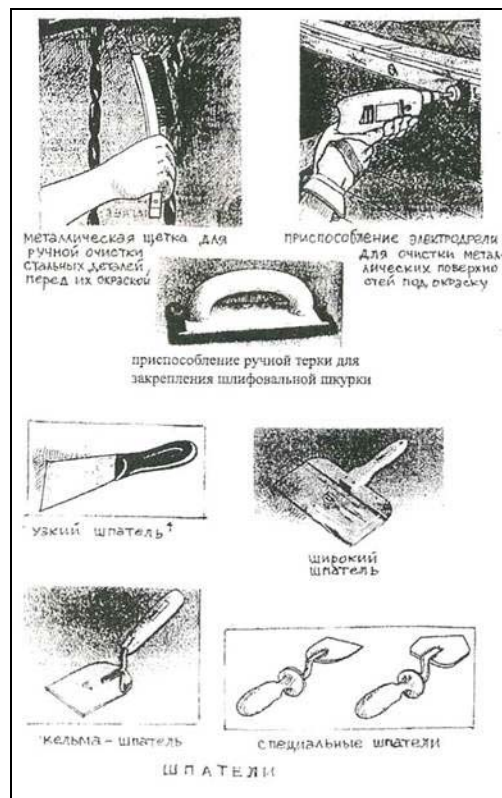

Рис. 1. Инструменты для подготовки поверхностей под окраску
*Шлифовку ведут пемзой или шлифовальной шкуркой на текстильной основе вручную или с помощью шлифовальной машинки. В качестве такого устройства может быть использована сверлильная машинка со специальной насадкой (см. рис. 1).*